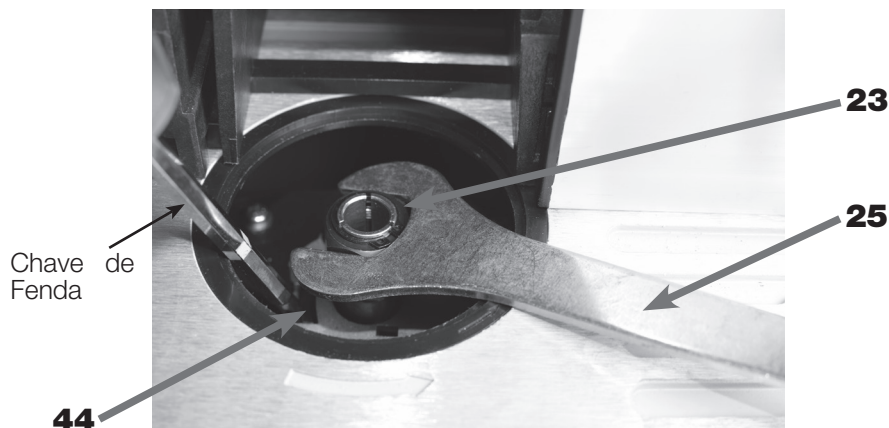

FIGURA 39 - Uso da Chave Fixa 24 mm
- b. ENCAIXAR a Chave Fixa (25) de 24 mm na porca da Pinça (23) (figura 39);
- c. SOLTAR a porca da Pinça (23) do Eixo Roscado;